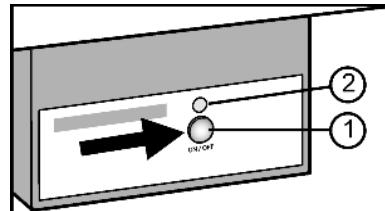

Fig. 34
► Нажмите и удерживайте кнопку On/Off Fig. 34 (1) так, чтобы светодиод Fig. 34 (2) загорелся.